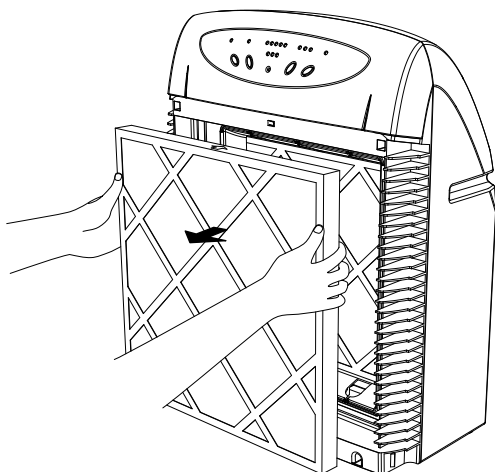

Рис. 2
4. Извлеките входной фильтр в полиэтиленовой пленке (рис. 2) и снимите с него пленку.